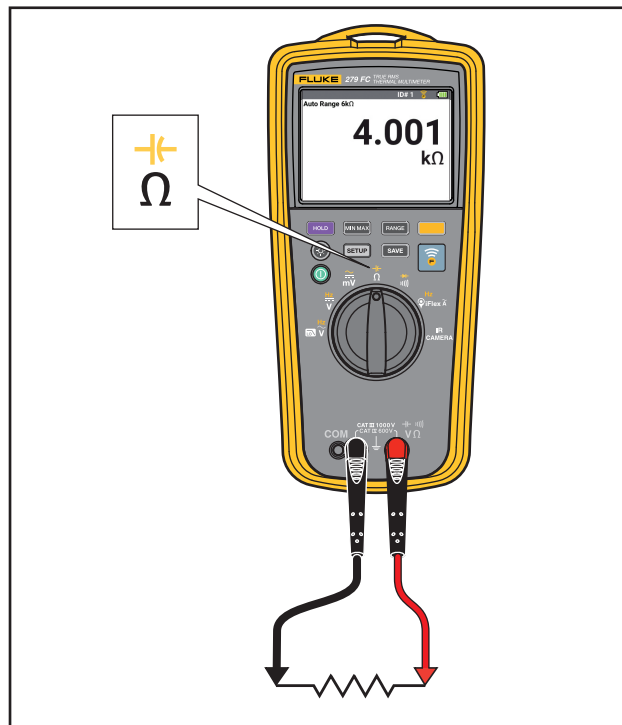

Figura 7. Medições da resistência
- Medições da resistência. Veja a figura 7.
O multímetro envia uma pequena corrente pelo circuito para medir a resistência. Como essa corrente flui através de todos os percursos possíveis entre as sondas, a resistência medida representa a resistência total de todos os percursos entre as sondas. Veja a figura 7.